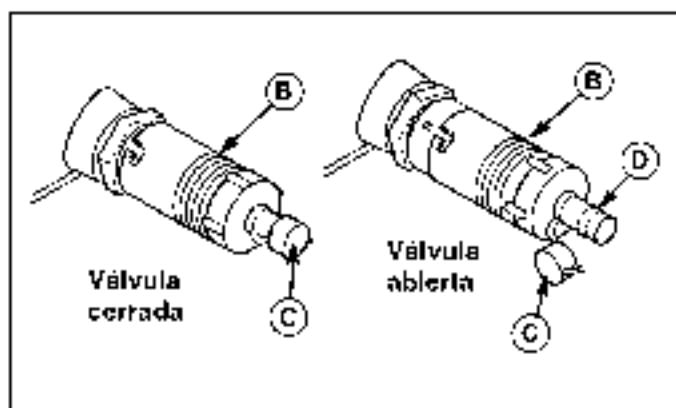

Figura 17. Válvula de drenaje de aceite
2. Suelte o retire la varilla para medición del nivel (A).
3. Limpie la válvula de drenaje de aceite (A, Figura 17) y cubre (B) con una toalla de papel o trapo.
6. Limpie la boquilla (C) con una toalla de papel o trapo. Instale la tapa (B) sobre la boquilla (C).